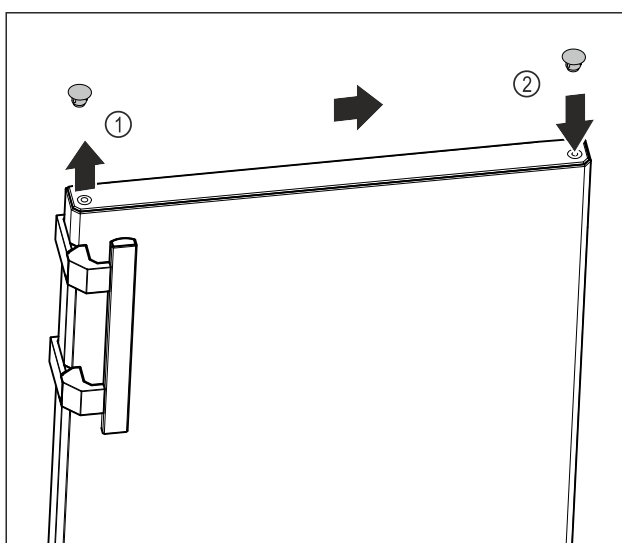

Fig. 18
- ▶ Soulever avec soin le cache de recouvrement de la partie supérieure de la porte Fig. 18 (1) au moyen d'un tournevis plat.
- ▶ Placer le cache de recouvrement du côté opposé. Fig. 18 (2)